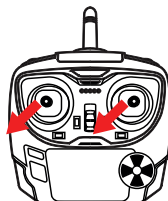

Figure 2: Calibration - Etape 1
3. Maintenir simultanément les deux joysticks pendant 3 secondes en diagonale vers la gauche (Figure 2).